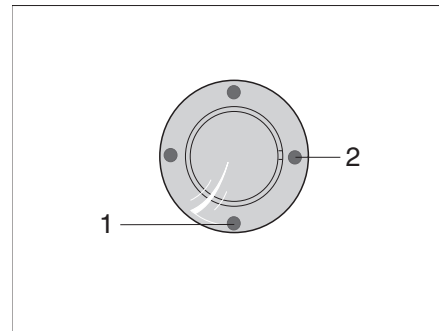
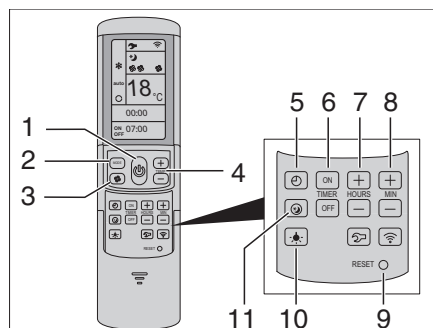

Fig. 123 Récepteur IR/Indication de fonctionnement
Fig. 124 Télécommande
La climatisation est montée sur le toit du véhicule. La télécommande (Fig. 124) pour la climatisation se trouve dans le coin cuisine.
La climatisation est prête à fonctionner. La DEL bleue (Fig. 123,1) s'allume.
- Pour la mise en service, appuyer sur la touche (Fig. 124,1) de la télécommande. La DEL bleue (Fig. 123,1) clignote.
- Régler le mode de fonctionnement désiré avec la touche MODE (Fig. 124,2).
- Si nécessaire, régler l'étage de ventilateur désiré avec la touche (Fig. 124,3) et la température ambiante avec les touches (Fig. 124,4).
Lorsque la température réglée sur la télécommande est atteinte, la DEL bleue (Fig. 123,1) s'éteint, le compresseur s'arrête et le ventilateur à air pulsé continue de tourner.
- Pour la mise hors service, appuyer à nouveau sur la touche (Fig. 124,1) de la télécommande.
- Pour la programmation, enclencher la climatisation avec la touche (Fig. 124,1) sur la télécommande.
- Régler le mode de fonctionnement désiré avec la touche (Fig. 124,2) et la température ambiante avec les touches (Fig. 124,4).
- Sélectionner la fonction désirée avec les touches (Fig. 124,6) :
- Avec les touches (Fig. 124,7 et 8), sélectionner la durée de commutation désirée (15 minutes à 24 heures).
- Confirmer le réglage avec les touches "ON" ou "OFF" (Fig. 124,6).